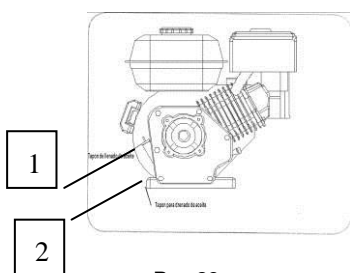

Рис.23
2. Открутите крышку маслосливной горловины и вытрите щуп (1). См. рис. 23